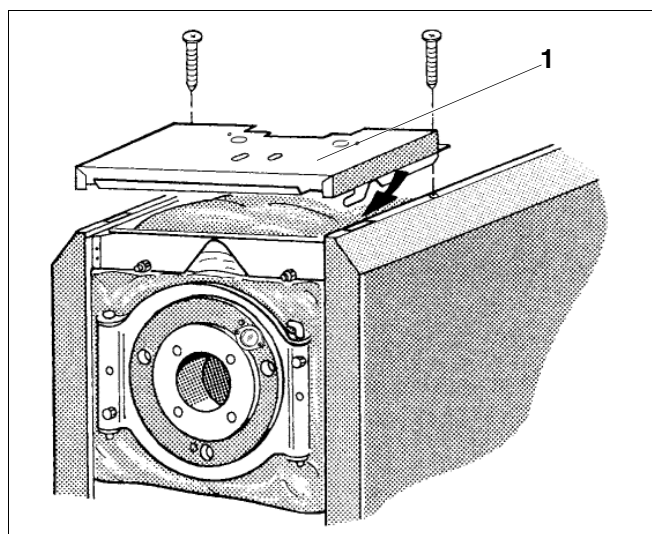

Fig. 13 Montering af forreste kedelkappe
- Læg den forreste kedelkappe (fig. 13, **pos. 1**) oven på sidevægsafkantningen, og træk den fremad, til tappene i højre og venstre side griber ind i slidserne (fig. 13, pil).
- Skru den forreste kedelkappe (fig. 13, **pos. 1**) fast til sidetraverserne gennem laskerne i kedelkappen og sidevægsafkantningen med 2 pladeskruer.